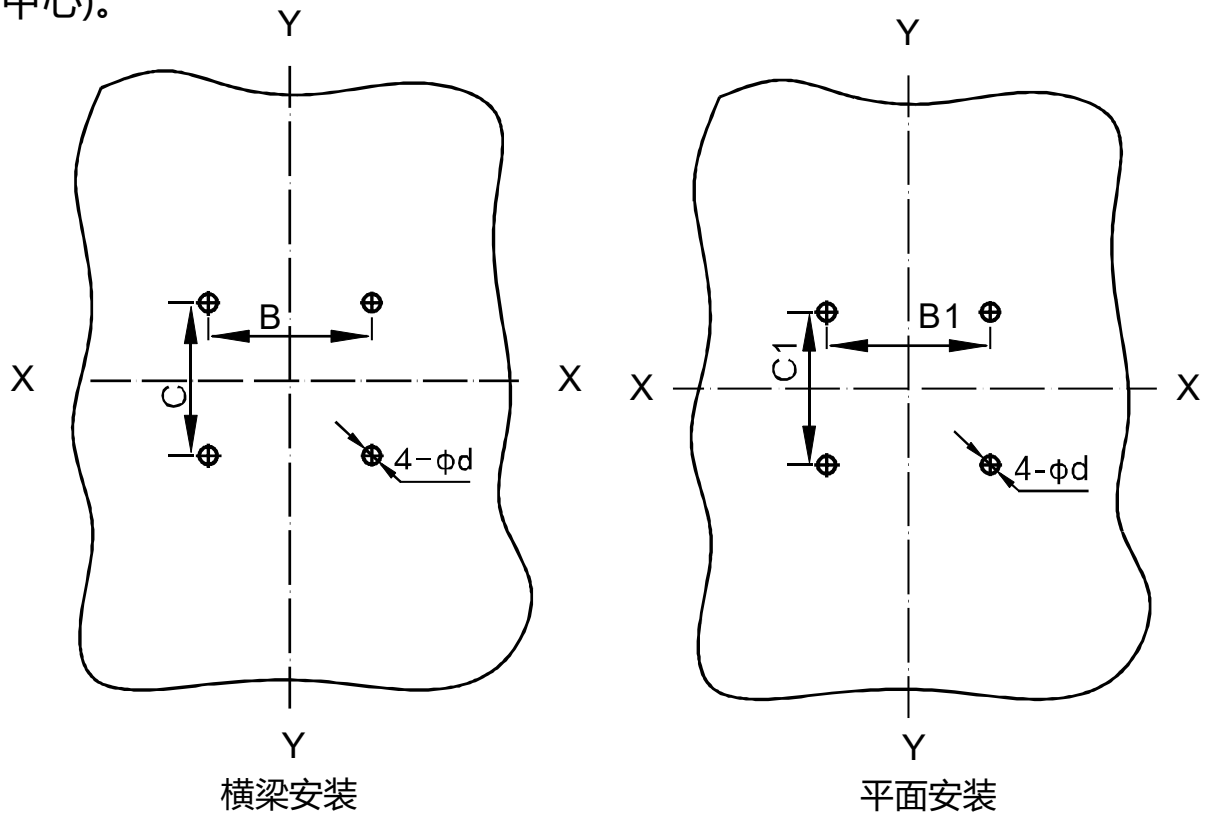

图10 RDM5系列插入式板前接线安装板开孔尺寸(单位:mm)
6.5 插入式板前接线安装板开孔尺寸见图10和表13(X-X、Y-Y为断路器中心)。